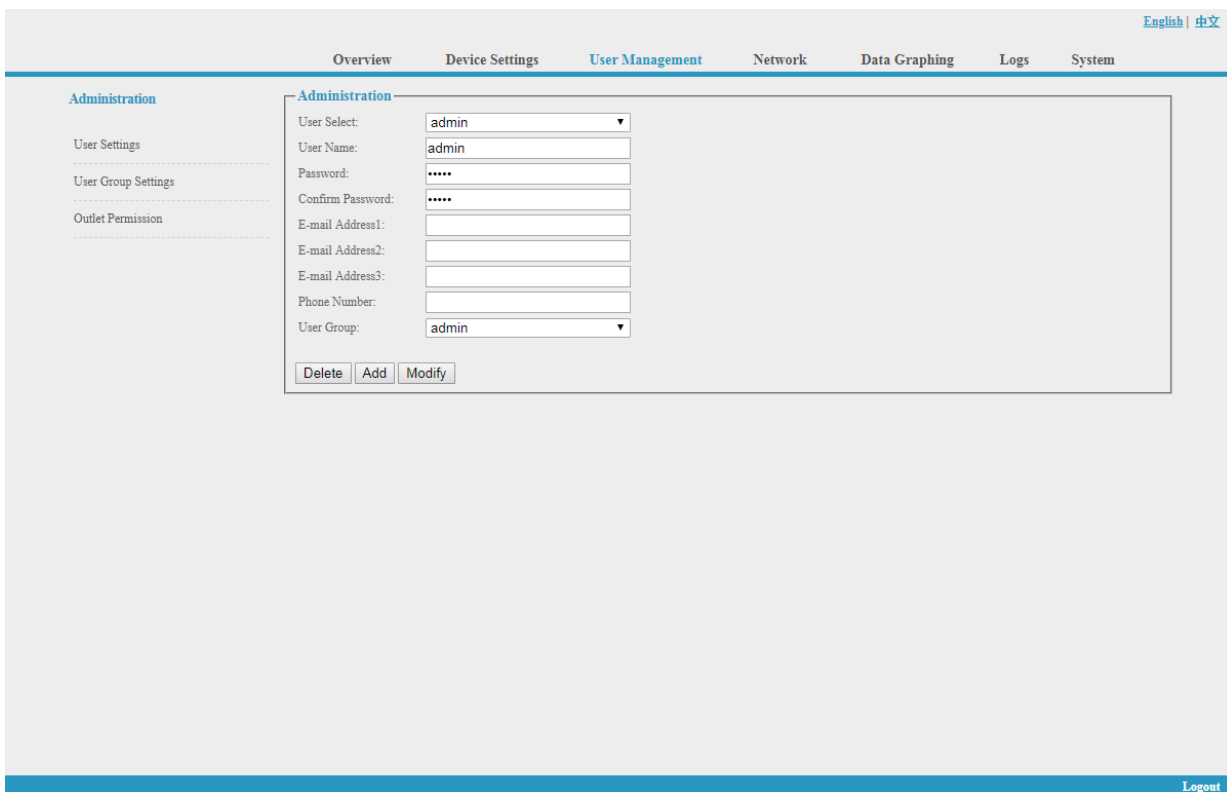

Abbildung 1-4
Klicken Sie auf die Benutzerverwaltung in der Navigationsleiste (Abbildung 1-4), um Benutzer, Benutzergruppen und Zugriffsrechte zu verwalten
A. Benutzereinstellungen: Klicken Sie auf die Benutzereinstellungen im Menü Benutzerverwaltung wie in Abbildung 1-4 dargestellt